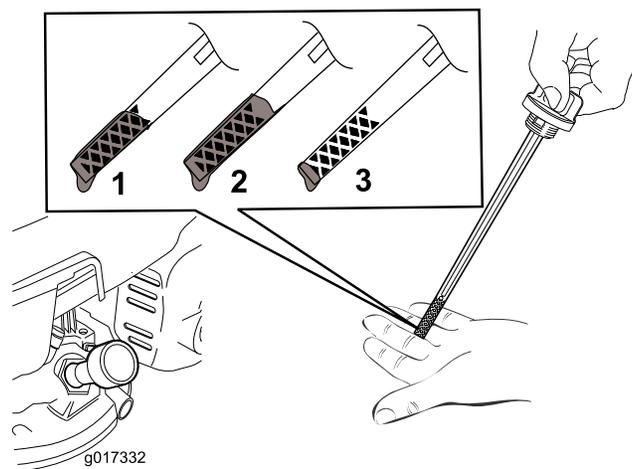

Рисунок 11
5. Для того, чтобы правильно определить уровень масла на масломерном щупе, см. Рисунок 11.
Примечание: Заливайте масло в картер двигателя до тех пор, пока масломерный щуп не покажет, что достигнут нужный уровень масла в двигателе, как показано на Рисунок 11. В случае перелива слейте некоторое количество масла из двигателя, как описано в разделе «Замена моторного масла».